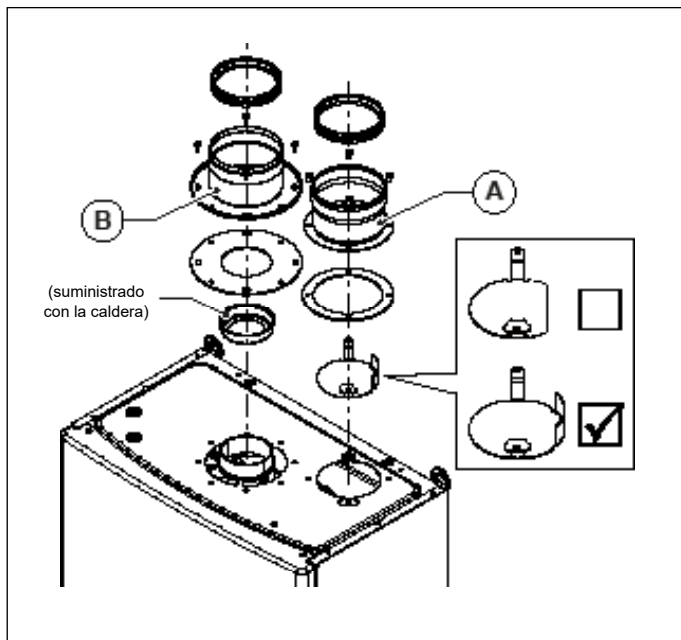

Fig. 30 OSDOPPIA13
- Instalar el deflector de aire específico (ver Fig. 30 OSDOPPIA13).